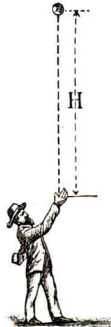

Abb. 42
2. Ein Beispiel einer „gleichförmig“ verzögerten Bewegung bietet der lotrechte Wurf nach oben (Abb. 42). Dabei nimmt die Erde dem